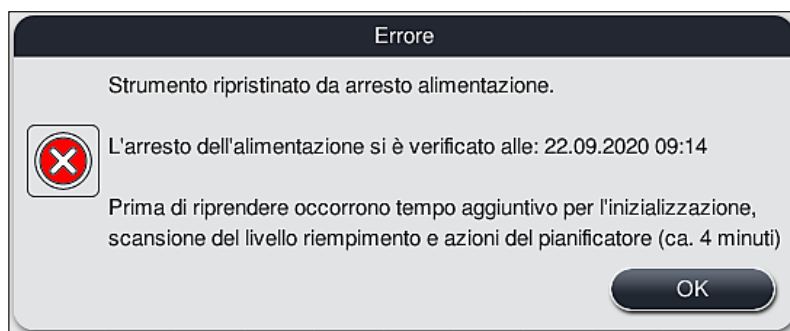

Fig. 108
- ① Il primo messaggio informativo che compare dopo il riavvio automatico dello strumento informa dell'ora in cui è mancata la corrente (→ "Fig. 108"). Confermare il messaggio informativo premendo il pulsante **OK** per avviare le informazioni aggiuntive su come proseguire il processo di colorazione.